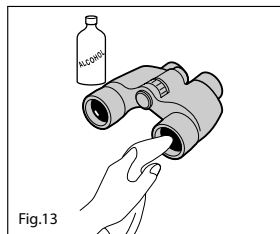

Fig.13
10. Al eliminar manchas o residuos como marcas de dedos de la superficie de las lentes, limpie las lentes muy suavemente con un paño de algodón suave y limpio o con un paño de limpieza de lentes de calidad sin aceite. Utilice una pequeña cantidad de alcohol puro (no desnaturalizado) para limpiar las manchas resistentes. No utilice trapos de terciopelo ni papel tisú común dado que pueden rayar las lentes. Si se ha utilizado un paño para limpiar el cuerpo no debe usarse para la superficie de la lente. (Fig. 13)